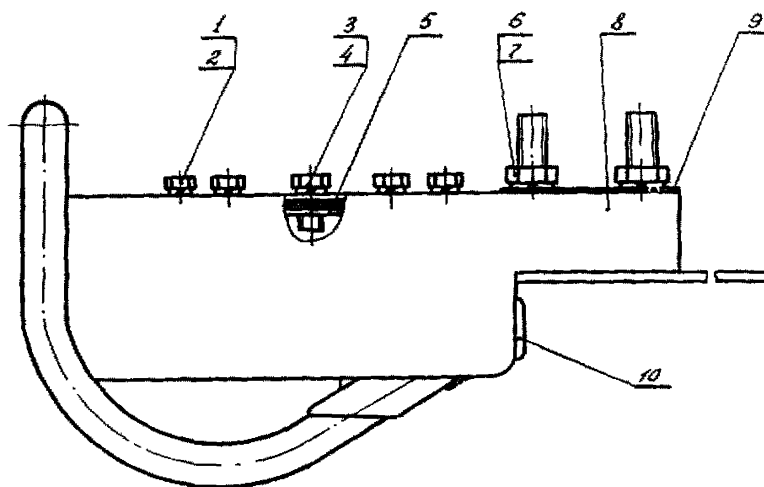

Рис. I2. Подвижный контакт с контактодержателем:
04.4. Зачистить оплавленные места на ламелях 7. При наличии на ламелях прожогов глубиной более 2 мм контакт IO (см. рис. I2) заменить.
04.1. Вывинтить болты I, 3 (рис. I2) и вынуть контакт IO из контактодержателя 8.
04.7. Установить контакт IO (см. рис. I2) в контактодержатель, предварительно смазав контактные места техническим вазелином.